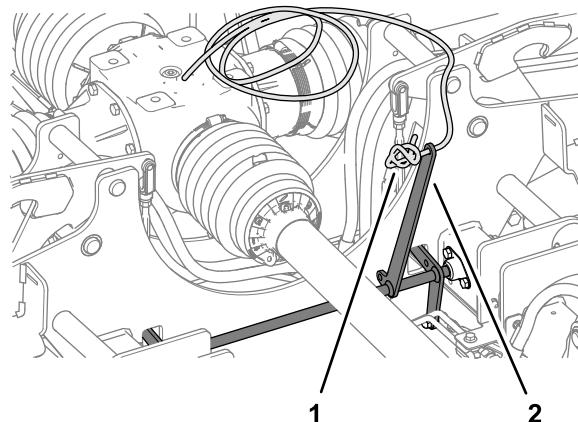

Figura 11
1. Enrosque el extremo de la cuerda de bloqueo de la carcasa a través del taladro en la palanca de bloqueo y amarre la cuerda con seguridad (Figura 11).